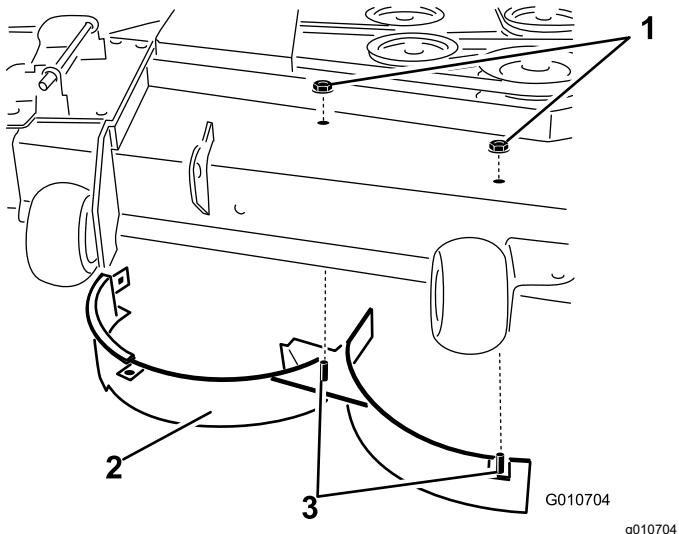

Рисунок 15
- Отверните 2 контргайки (5/16 дюйма), которые крепят приваренные стержни правого дефлектора к верхней части деки газонокосилки в среднем положении и справа от среднего положения (Рисунок 15).